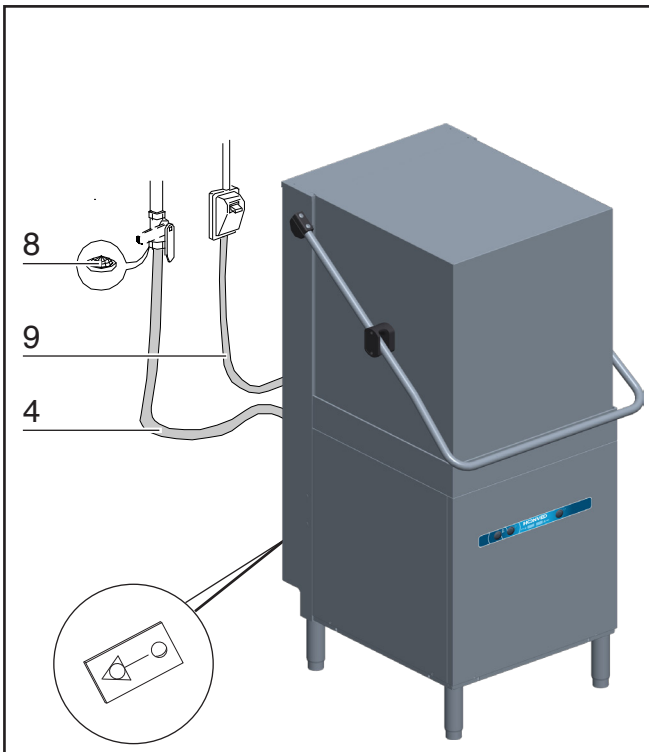

Fig. 7
- Rosqueie a extremidade do tubo de carga (4) na torneira roscada 3/4" G e na válvula solenóide, inserindo o filtro (8 fig. 7) entre elas.
3.2 BOMBA DOSADORA DE DETERGENTE/BRILHANTINHO PERISTÁLTICA (FIG. 7)